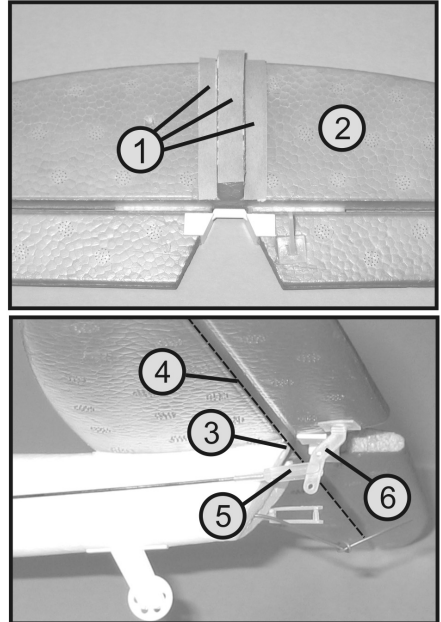

Figure 5
- Si la gouverne de profondeur (1) devait être légèrement incurvée vers le haut ou vers le bas, décrochez dans ce cas la chape (voir figure 5, pos. 5) sur la corne de la gouverne et réglez la longueur requise de la tringle d'asservissement en tournant la chape.
- La tringle de la gouverne de direction (2) se règle, si nécessaire, en suivant le même schéma que celui de la gouverne de profondeur.